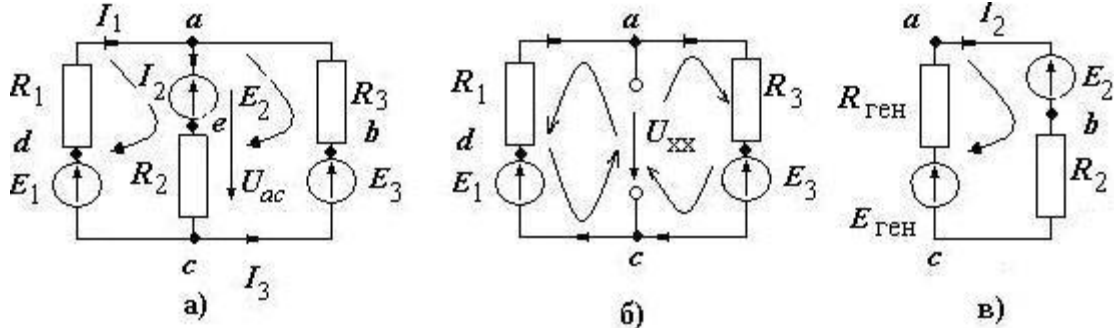

Рис. 1.1. Схемы (а, б, в) к задаче № 1.1
Параметры схемы цепи постоянного тока, показанной на рис. 1.1, *а*, приведены в таблице 1.1.
1. Зарисовать схему и записать задание, соответствующее номеру варианта (рис. 1.1, а; табл. 1.1).
4. Определяем положительные направления токов в ветвях cda , cea , cba (рис. 1.1, а).
29. Исследуем схему (рис. 1.1, a), размыкая ветвь aec (разрыв между точками a и c), получаем схемы (b , $в$).
34. Для схемы с эквивалентным генератором, приведенной на рис. 1.1, в, рассчитываем $I_r = I_2$ (с учетом того, что в варианте $E_2 = 0$):